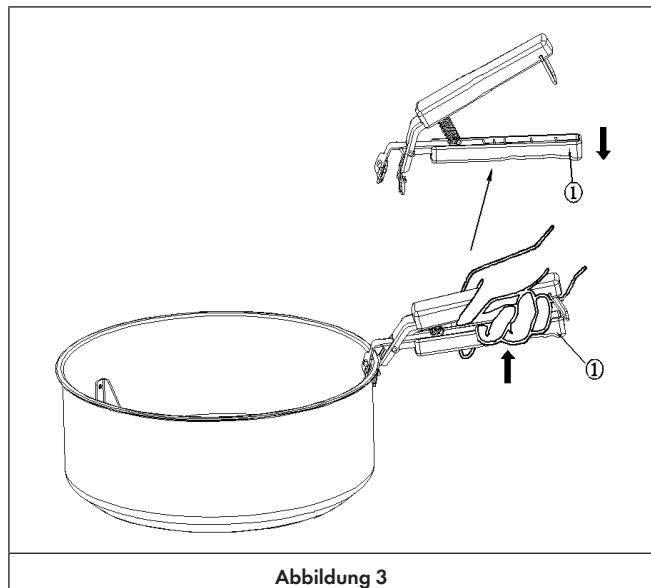

Abbildung 3
3. Heben Sie den unteren Teil des Griffes an (1) und lassen Sie ihn nicht los. Achten Sie darauf, dass der Griff fest am Topf sitzt. Nun können Sie den Topf anheben (Abb. 3).
4. Wenn Sie den Griff vom Topf entfernen wollen, lösen Sie den Druck der Finger am Griffunterteil (1). Nun können Sie den Griff vom Topf entfernen (Abb. 3).